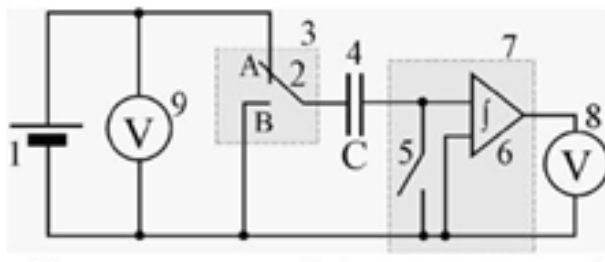
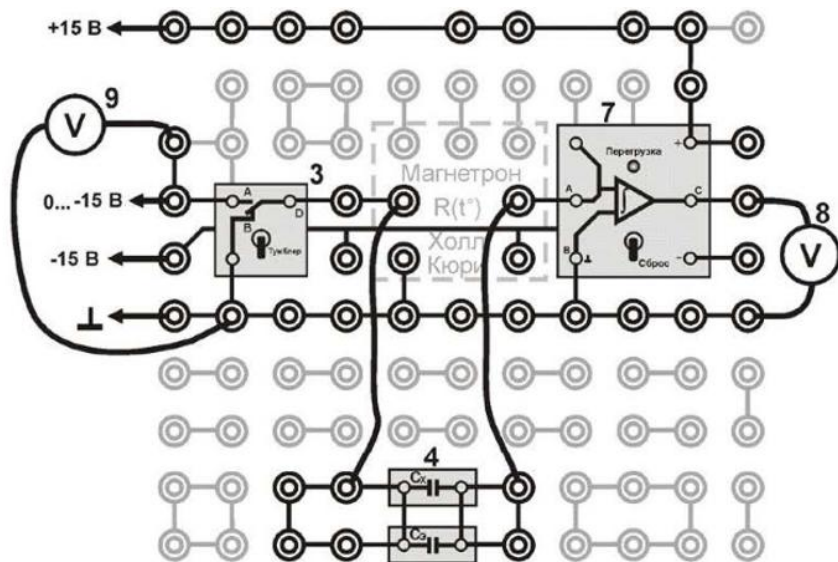

Рис.1. Электрическая схема:
Рис. 2. Монтажная схема:
Схема электрической цепи представлена на рис. 1, монтажная схема – на рис. 2.
1. Соберите электрическую цепь по схеме, приведенной на рис.2, подключив конденсаторы C_x и C_3 **параллельно**. Значение эталонной емкости C_3 запишите в таблицу 1.